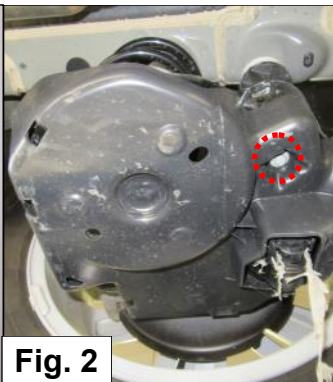

Fig. 2
1. Entfernen Sie die Abdeckkappen auf der Unterseite der Träger (siehe Abbildung 2) und entfernen Sie die Stoßdämpfer Bolzen. Wenn das Fahrzeug ist ausgestattet mit Höhesensor diese auch entfernen.